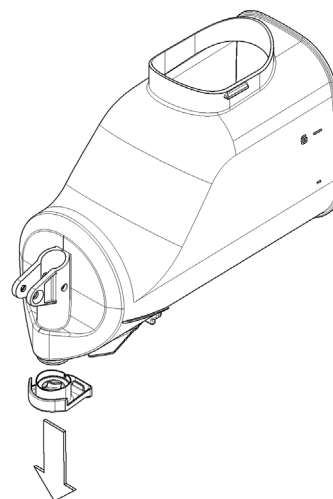

figura 12
- 7 Sacar del recipiente el restrictor de flujo (ver figura 12).